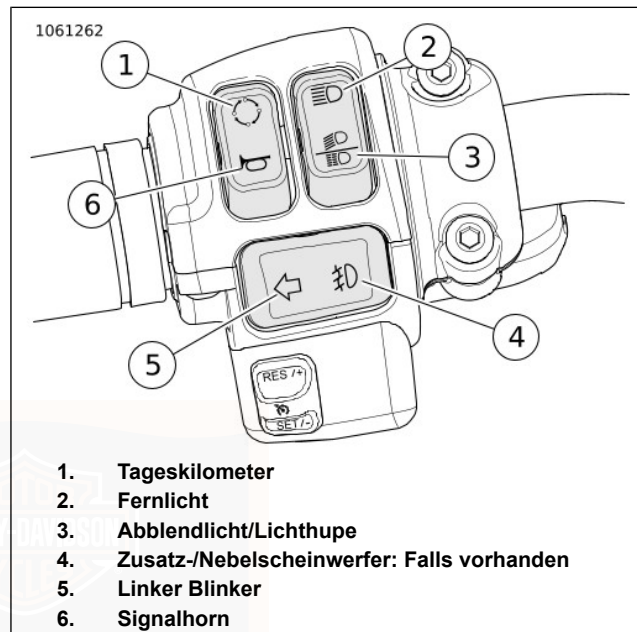

Abbildung 23. Linkes Schaltermodul (typisch)
Siehe Abbildung 23. Durch den Tageskilometerschalter (1) wird der Tageskilometerzähler aktiviert. Der Tageskilometerschalter wird auch zum Blättern durch die optionalen Bildschirme der Kilometerzähleranzeige verwendet. Wenn die Zündung AUSGESCHALTET ist, kann über den Tageskilometerschalter die Zeit- oder Kilometerzähleranzeige aufgerufen werden. Siehe Tabelle 28.
Siehe Abbildung 23. Den Fernlichtschalter (2) drücken, um das Fernlicht einzuschalten. Das Aufleuchten der blauen Kontrollleuchte für Scheinwerfer-Fernlicht zeigt an, dass das Fernlicht betätigt ist. Siehe Tabelle 28.
Abblendlicht: Siehe Abbildung 23. Den unteren Teil des Schalters (3) drücken, um das Abblendlicht einzuschalten.
Siehe Abbildung 23. Drücken Sie auf den Zusatz-/Nebelscheinwerfer-Schalter (4), um die Zusatz-/Nebelscheinwerfer einzuschalten. Siehe Tabelle 28
Aktivieren: Siehe Abbildung 23. Den linken Blinkerschalter (5) zur Aktivierung des linken Blinkers betätigen. Siehe Tabelle 28.
Siehe Abbildung 23. Das Signalhorn wird über den Signalhornschalter (6) betätigt. Das Signalhorn kann bis zu 10 Sekunden lang ertönen. Drückt man den Signalhornschalter länger, schaltet sich das Signalhorn automatisch ab. Siehe Tabelle 28.